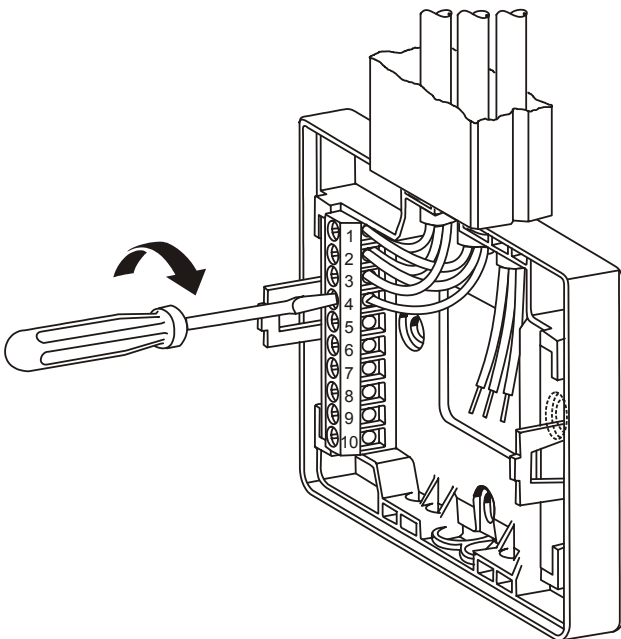

Fig. 7. Raccordement de l'embase à bornes
4. Vérifier que le conducteur entrant dans la borne ne dépasse pas de celle-ci pour éviter le contact entre les fils et le circuit imprimé situé sur la face interne du couvercle (voir Fig. 7).